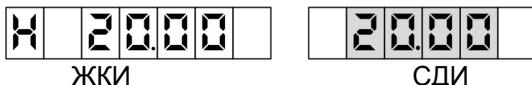

Рисунок 13
8.10 При снижении питающего напряжения до 150 вольт или его отключении устройство выключается, на табло отображается информация о последнем наливе (рисунок 13). На СДИ информация о последнем наливе отображается в мигающем режиме: свечение – 1 сек., пауза – 6 сек.